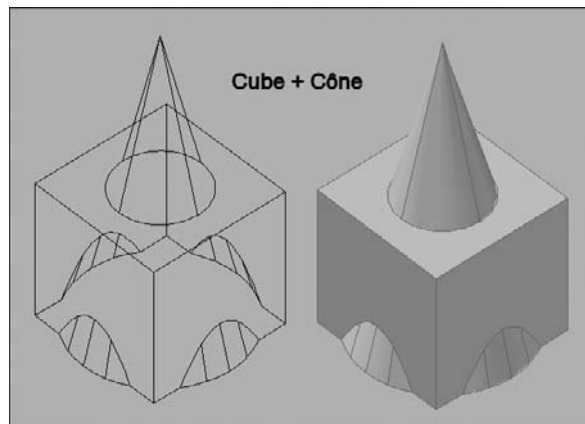

Fig.17.32
- 2] Désignez les objets à réunir puis appuyez sur Enter. Par exemple : un cône et un cube (fig.17.32).